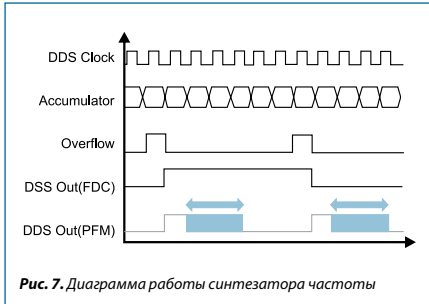

Рис. 7. Диаграмма работы синтезатора частоты
- Примеры применений (рис. 7):